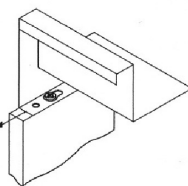

Fig. 12
- Empurre a pia-fogão em direção a parte traseira do balcão ou móvel [Fig. 12 e 13].